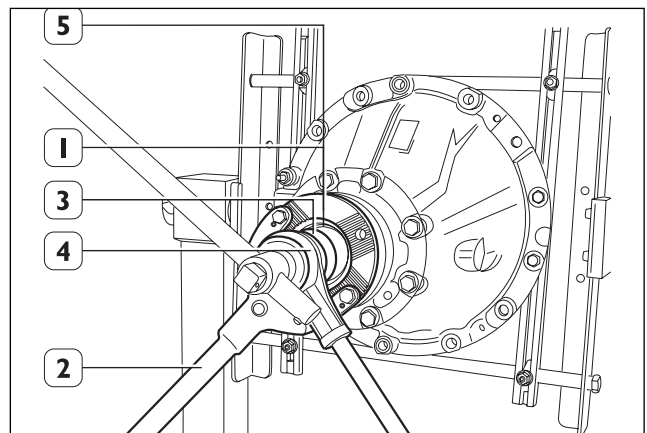

Fig. 15
13. Bloquear la rotación de la brida de entrada dif. (1) mediante **Herramienta CT03** (2)
14. Con la llave **Herramienta CT02** (3) y el multiplicador (4) aflojar la tuerca para piñón cónico (5). Pero no extraer. (Fig. 15)
15. Desenroscar los tornillos de fijación (3) de la caja portarrodamientos al soporte del tren de engranajes (4).